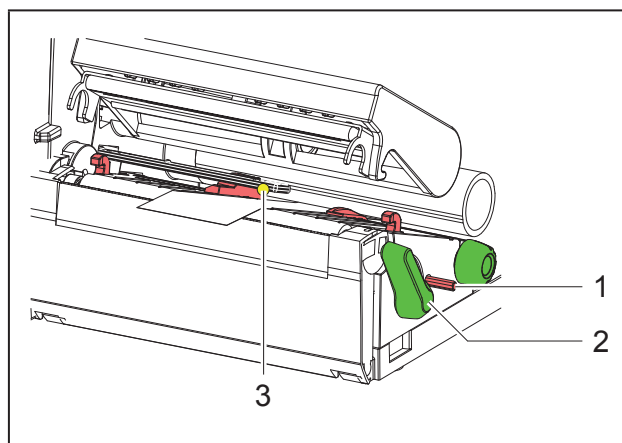

Figure 10 Réglage de la cellule de détection d'étiquettes
- 5 Adapter la position du flasque de positionnement du réenrouleur à la largeur du mandrin (3) et positionner le mandrin carton sur le réenrouleur (2).
- 6 Guider le ruban transfert à travers le mécanisme d'impression comme décrit sur la figure 10.